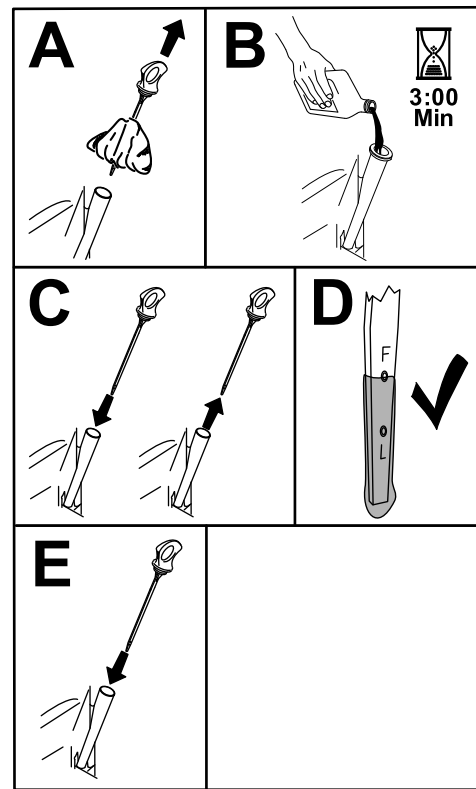

Figure 39
5. Versez lentement environ 80 % de l'huile spécifiée dans le tube de remplissage, puis faites l'appoint lentement jusqu'à ce que le niveau atteigne le repère maximum (Full) (Figure 39).